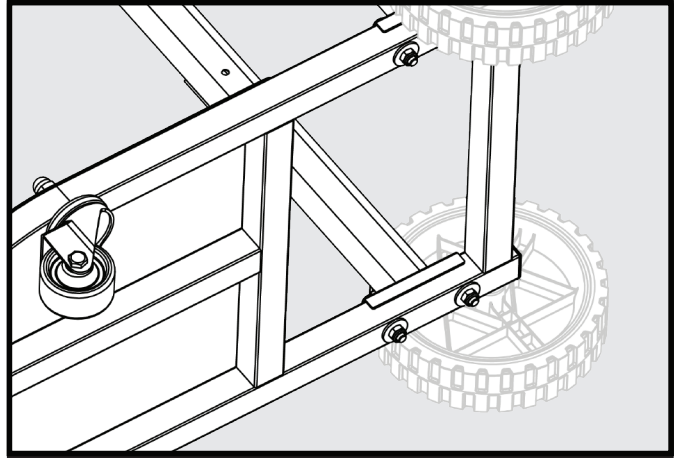

FIGURE 3
3. Insérer une vis à tête creuse hex M8x45mm (18) dans le support de la base et le cadre de la base tel illustré.
4. Placer une rondelle plate M8 (19) et un écrou de blocage M8 (20) sur le côté inférieur (Fig3).